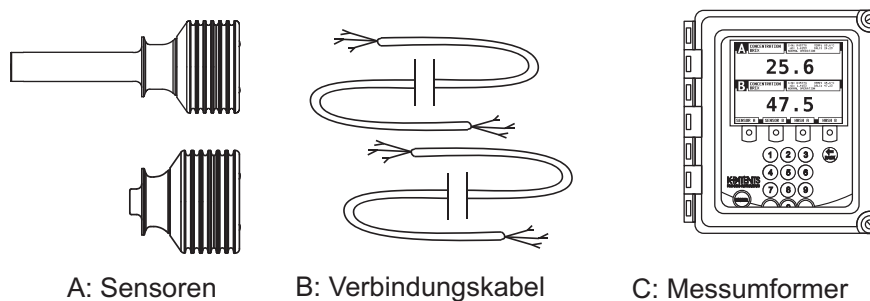

Abbildung 1.1 Refraktometerkomponenten
Der Sensor des Inline-Refraktometers (A in der Abbildung 1.1) misst den Brechungsindex n_D und die Temperatur des Prozessmediums. Diese Informationen werden über das Verbindungskabel (B) an den Messumformer (C) gesendet. Der Messumformer DTR berechnet die Konzentration der Prozessflüssigkeit auf der Grundlage des Brechungsindex und der Temperatur. Dabei werden vordefinierte Prozessbedingungen zugrunde gelegt. Der Ausgang des DTR ist ein 4–20 mA Gleichstromsignal proportional zur Konzentration der Prozesslösung. Die Prozessdaten können auch über ein Ethernet-Kabel auf einen Computer geladen werden.